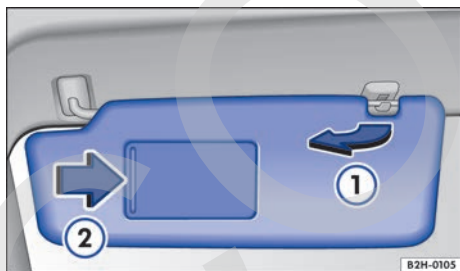

Fig. 82 En el revestimiento interior del techo: parasol.
- Se pueden extraer del soporte y girar hacia las puertas → **fig. 82** **1**.